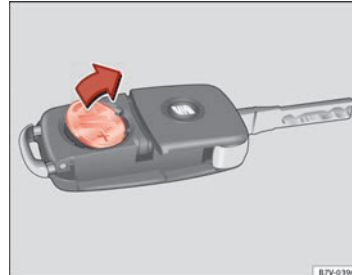

Abb. 16 Fahrzeugschlüssel: Batterie entnehmen.
- Batterie mit einem geeigneten dünnen Gegenstand aus dem Batteriefach heraushebeln ⇒ Abb. 16.
- Neue Batterie wie gezeigt ansetzen ⇒ Abb. 16 und entgegen der Pfeilrichtung in das Batteriefach drücken ⇒ ②.